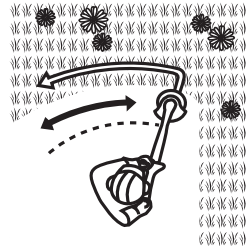

Fig. 9
5. Mueva el aparato con un arco lento y regular de izquierda a derecha antes de volver a la posición inicial previo a recortar la siguiente zona (Fig. 9).